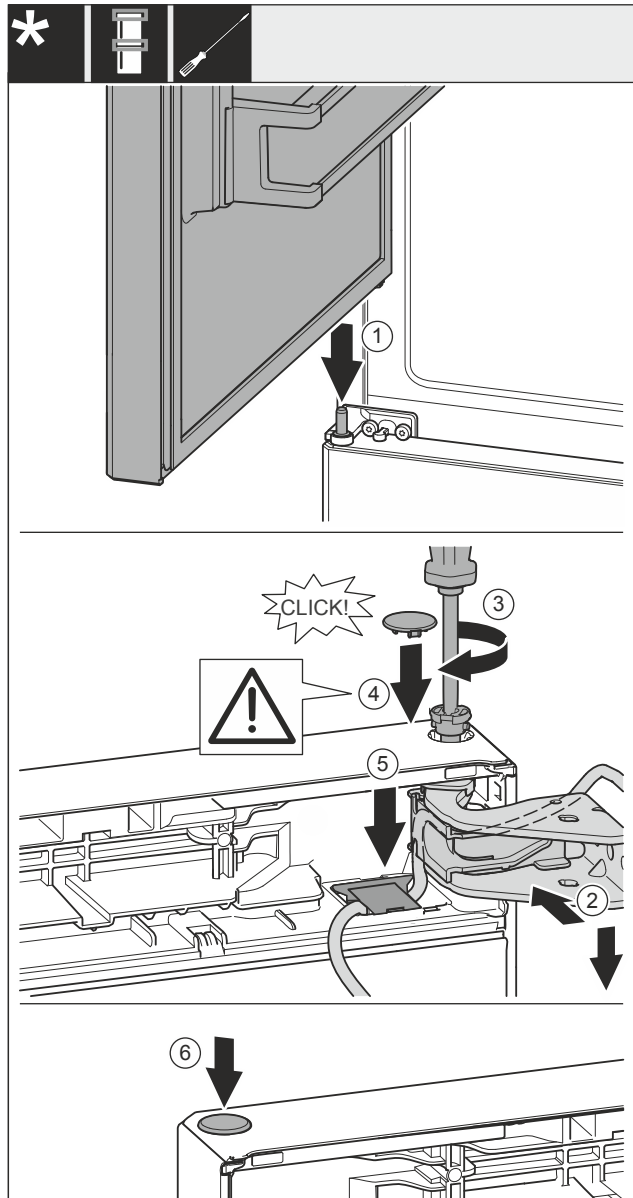

Fig. 37
- Stavite gornja vrata na srednji svornjak ležaja Fig. 37 (1).
- Poravnajte gornja vrata prema otvoru u podlošku ležaja Fig. 37 (2).
- Umetnite svornjak Fig. 37 (3) i pritegnite ga odvijačem.
- Postavite poklopac Fig. 37 (4).
- Provjerite da poklopac Fig. 37 (4) naliježe na vrata.
- Umetnite poklopac Fig. 37 (5) i pritisnite ga prema dolje dok se ne uglati.
- Postavite poklopac Fig. 37 (6).